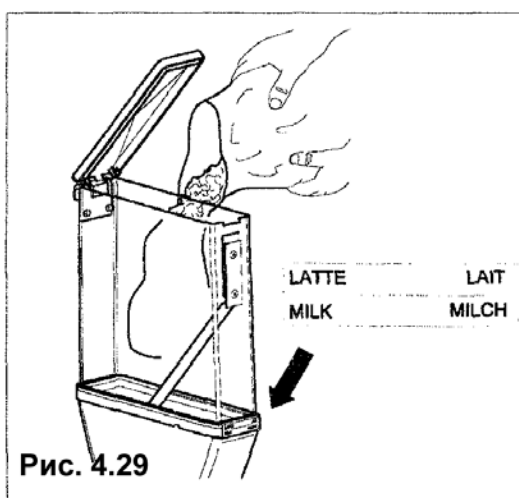

Рис. 4.29
- Откройте крышку каждого контейнера и загрузите продукт в соответствии с наименованием, указанным на этикетке (рис. 4.29)